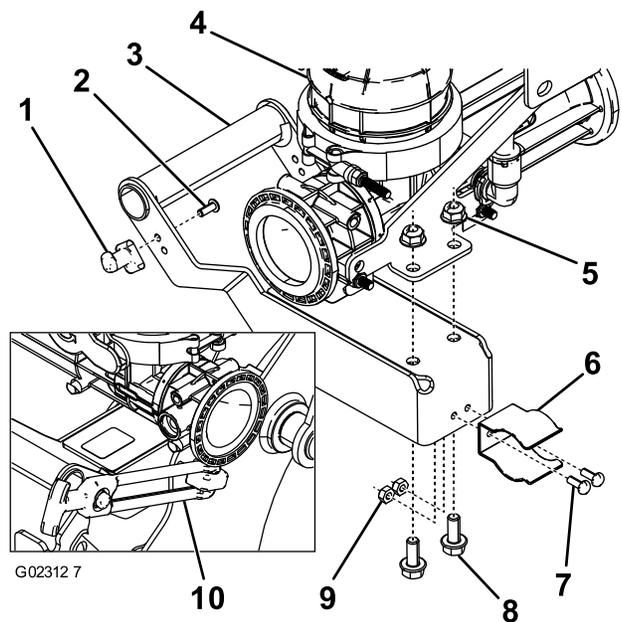

Figura 10
1. Ligue o perno do trinco ao manípulo do misturador utilizando um parafuso de cabeça sextavada (Figura 10).
2. Ligue o manípulo do trinco à estrutura de suporte principal utilizando dois parafusos de cabeça sextavada (Figura 10).
3. Ligue o manípulo ao misturador utilizando dois parafusos de cabeça flangeada e porcas de cabeça flangeada (Figura 10).